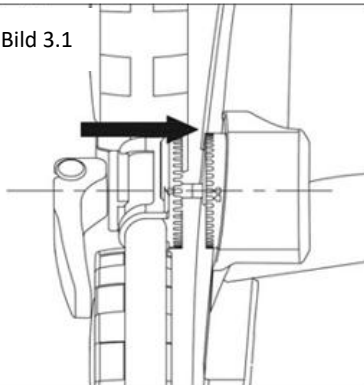

Bild 3.2
- Se till att metallhandtaget sitter i skåran på handtagsfästet (9) (Fig. 3.2).